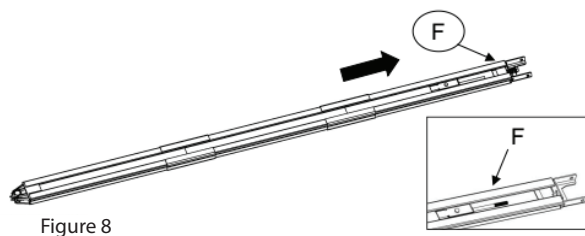

Figure 8
2. Corte o fio de plástico; puxe a ponta do parafuso pela calha até á ponta(Fig.8)